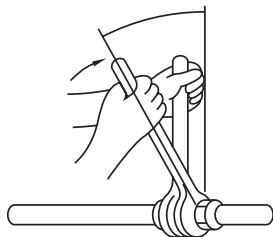

Fig. 5-8
- Levitä putken istukkapiinnalle ohuelti jäähdytysöljyä. (Fig. 5-8)